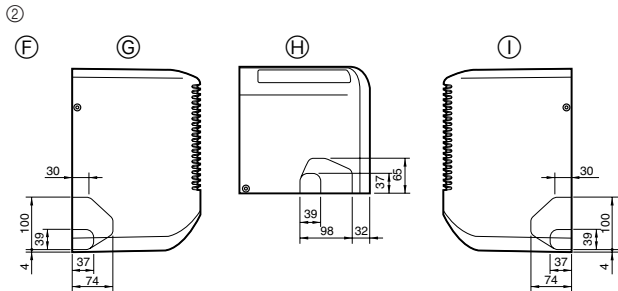

Fig. 4-4
- ② Determine a posição dos furos separadores na estrutura da unidade (Fig. 4-4)